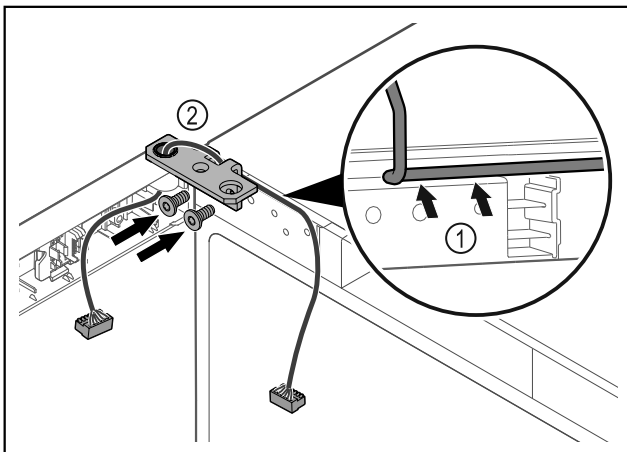

Fig. 41
- Dirijați cablul prin degajarea colțarului balamalei și dispuneți-l cu precauție Fig. 41 (1).
- Înșurubați Fig. 41 (2) colțarul balamalei.